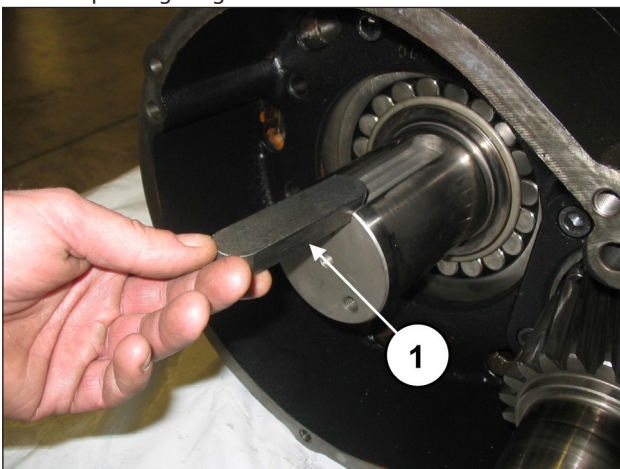

Abb. 62
Montieren Sie die Passfeder 22x14x100 in den Wellensitz (Pos. ①, Abb. 62) und schieben Sie den Zahnkranz auf die Welle.